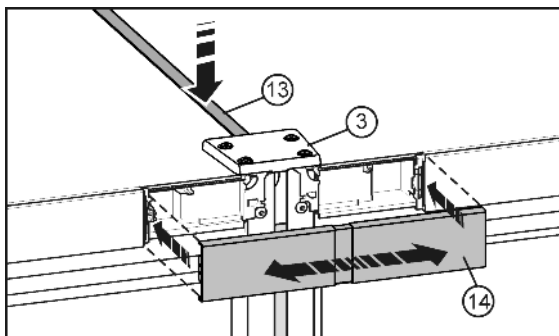

Fig. 10
- ▶ Затисніть на верхньому боці короткий нащільник Fig. 10 (13) у щілину. Нашчільник необхідно з'єднати зі з'єднувальною пластиною Fig. 10 (3) врівень на передній кромці.
- ▶ Встановіть кришку Fig. 10 (14) на відкритий проміжок між обома панелями блоку керування. Зверніть увагу, щоб зовнішні боки кришки були з'єднані урівень з панелями блоку керування. З цією метою кришка зроблена так, що її можна витягти.